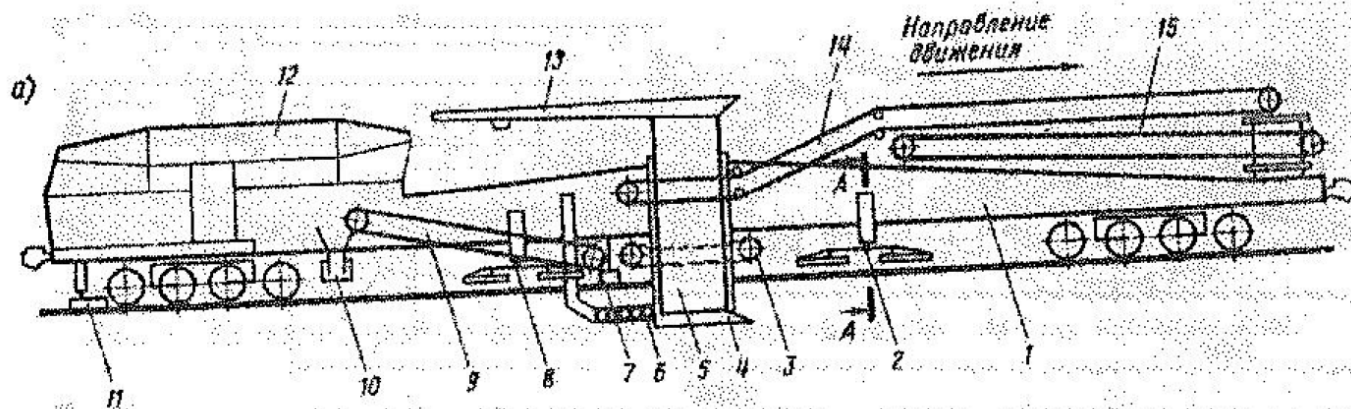

Рис. 5. Щебнеочистительная машина ЩОМ-Д «О»
12. Что изображено под № 2 и № 8 (рис. 5)